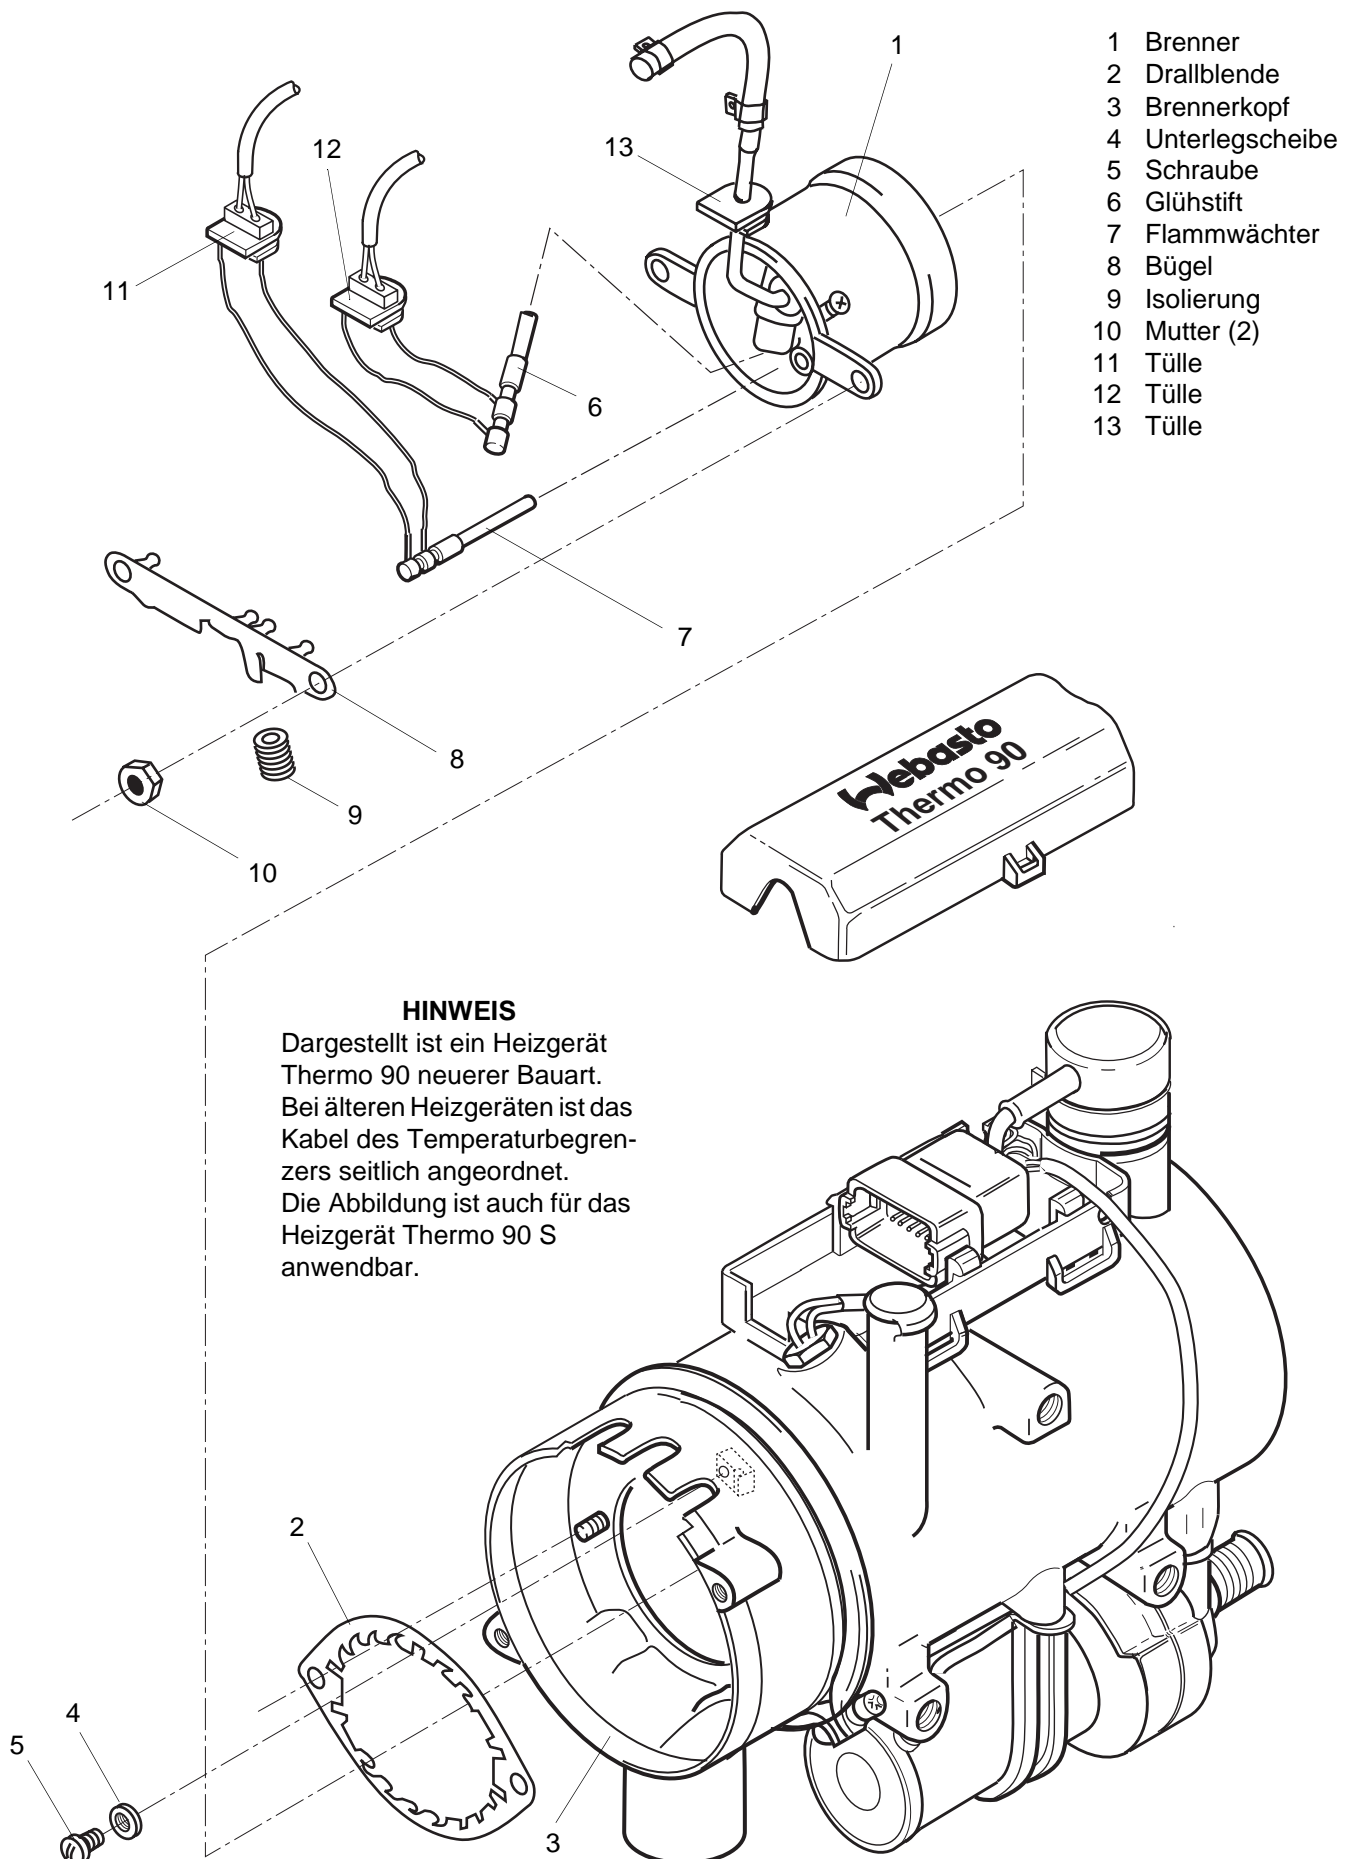

Abb. 905 Wechsel des Brenners, Flammwächters und Glühstifts
3. Schraube (5, Abb. 905) und Unterlegscheibe (4) entfernen.
4. Muttern (10) entfernen und Bügel (8) abziehen.
5. Tüllen (11 und 12) aus den Einschnitten im Gehäuse des Brennröhrs (3) herausziehen.
6. Tülle (13) und Brenner (1) aus dem Brennerkopf herausziehen und mit Drallblende (2) entfernen.
7. Flammwächter (7) und Glühstift (6) aus dem Brenner (1) herausziehen und entfernen.
1. Drallblende (2, Abb. 905) auf den Brenner (1) aufsetzen.
2. Flammwächter (7) und Glühstift (6) vorsichtig, bis zum Anschlag in den Brenner einsetzen und Tüllen (11 und 12) in die Einschnitte im Gehäuse des Brennröhrs (3) einschieben.
3. Brenner (1) und Tülle (13) in den Brennerkopf (3) einsetzen.